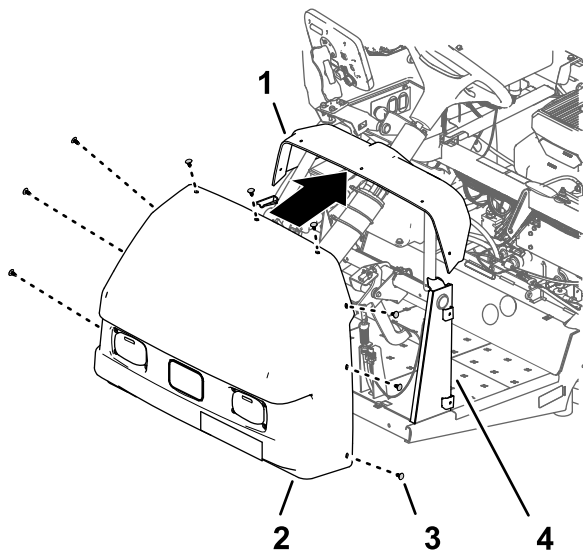

Figura 216
1. Allineate i fori sul cofano con i fori sulla plancia e il telaio della macchina (Figura 216).
- Fissate il cofano alla plancia e al telaio con 9 dispositivi di fissaggio a spinta (Figura 216).